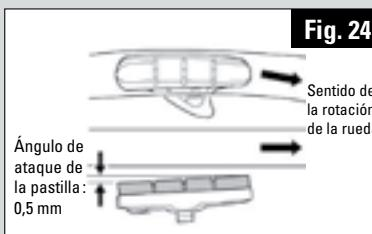

Fig. 24
2. Ajuste de la posición de las pastillas (llave Allen de 4 mm, Fig. 24).